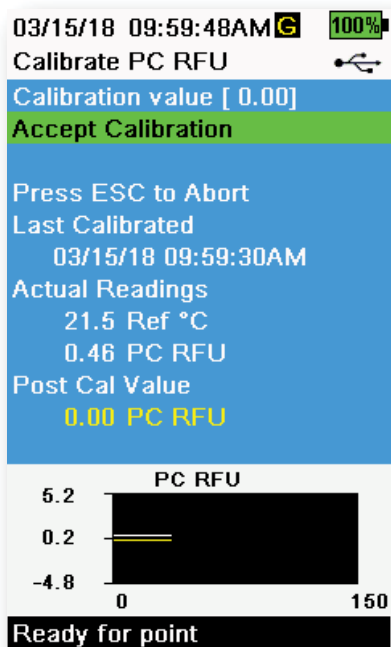

Figure 57 Étalonnage PC RFU
8. Observez la lecture de la température sur l'écran d'étalonnage (Figure 57). Utilisez le tableau de la section Préparation de la solution de colorant Rhodamine WT pour identifier la valeur appropriée pour l'étalon de calibration.